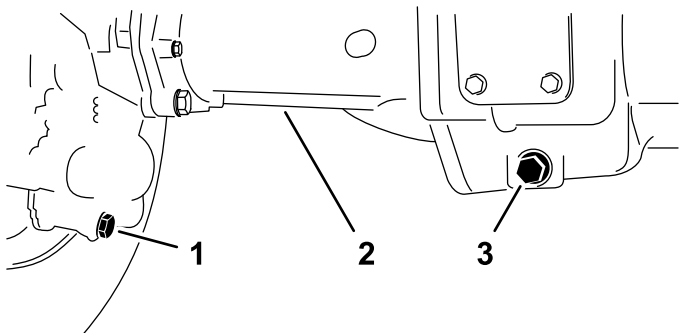

Figura 97
2. Limpie la zona alrededor de los tres tapones de vaciado (Figura 97) - uno en cada caja de engranajes cónicos (por fuera de las carcasas de los ejes) y uno en la caja de engranajes central.
3. Retire cada tapón de vaciado (Figura 97) y deje que se vacíe el aceite en un recipiente de vaciado.